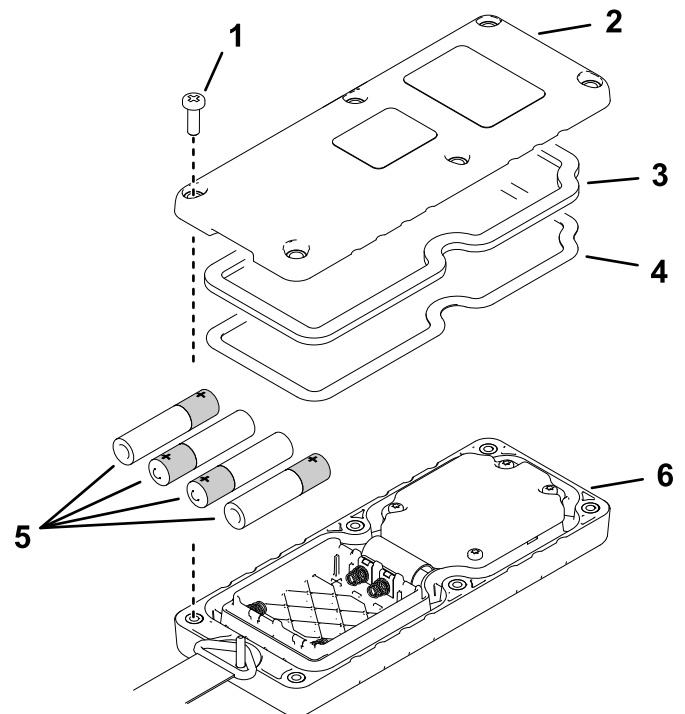

Figura 7
2. Inserte cada pila en su alojamiento observando la polaridad correcta (Figura 7).
- Asegúrese de que la junta de acero y la junta de goma están asentadas en la ranura del control remoto, y coloque la tapa trasera (Figura 7).
- Sujete la cubierta con 6 tornillos (Figura 7) y apriételos a 1.5–1.7 N·m (13–15 pulgadas-libra).